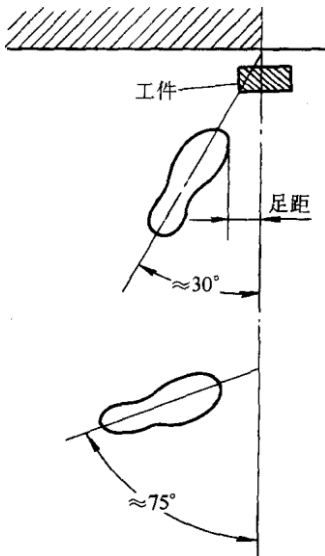

图 a-9 錾削时的站立位置
(3) 站立姿势 为了充分发挥较大的锤击力，操作者必须保持正确的站立姿势，如图 a-9 所示。左脚超前半步，两腿自然站立，人体重心稍微偏于后脚，视线落在工件的錾削部位。
(4) 挥锤方法 挥锤有腕挥、肘挥和臂挥三种方法。锤击力量以腕挥最小，肘挥较大，臂挥最大。肘挥运用最广泛。图 a—10 示出肘挥和臂挥。
(5) 锤击速度 一般锤击速度为 40~60 次/分。锤子敲下时应是加速度，这样可增加锤击的力量。